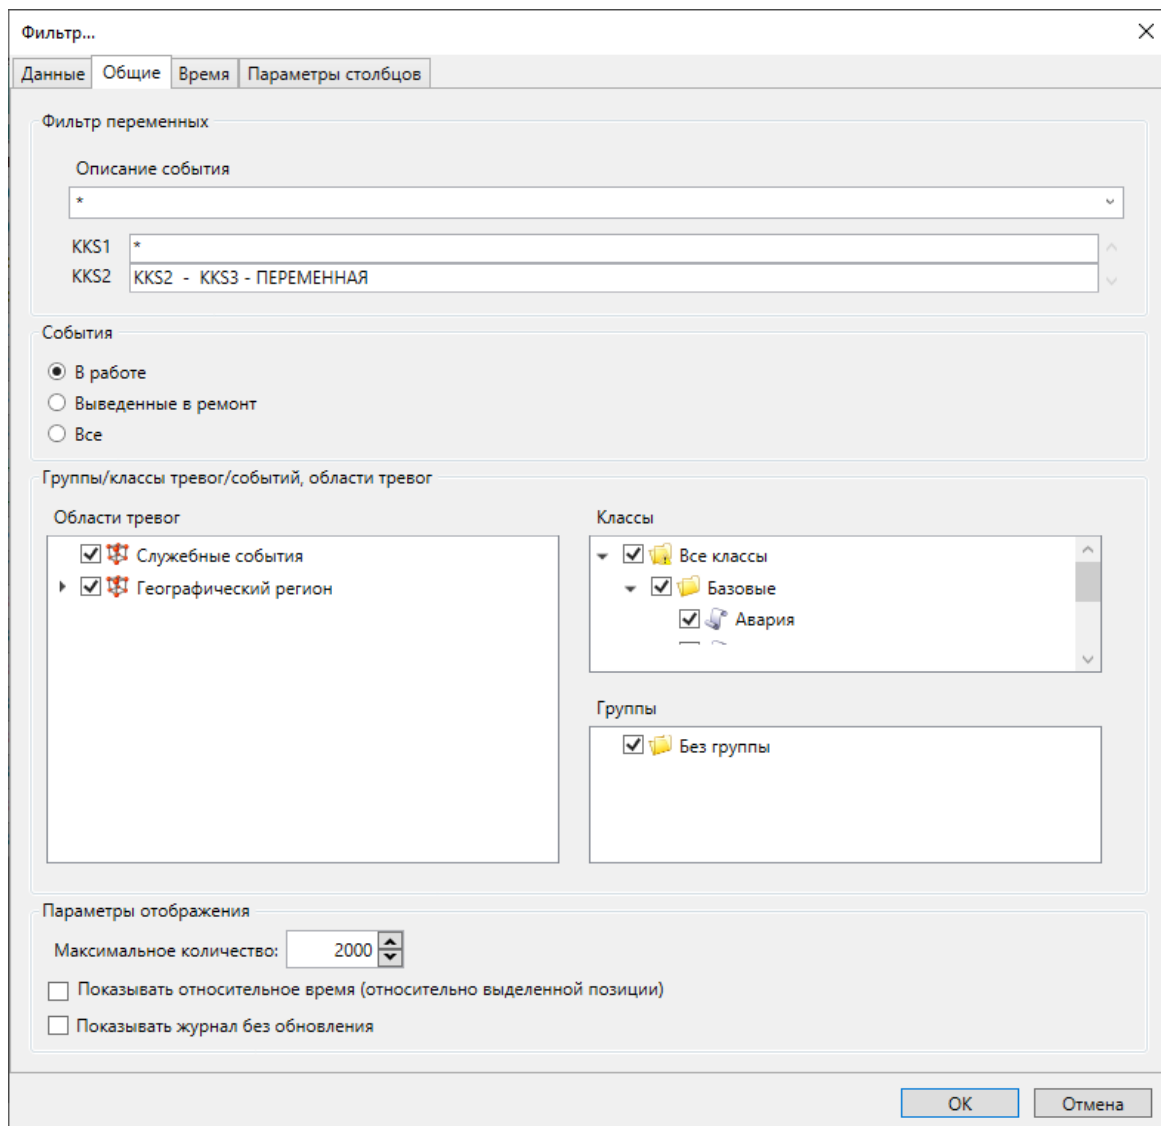

Рисунок 361 – Раздел **Общие** фильтра журнала событий
– общие (рисунок 361). Описание параметров раздела **Общие** фильтра журналов тревог приведены в таблице 263;